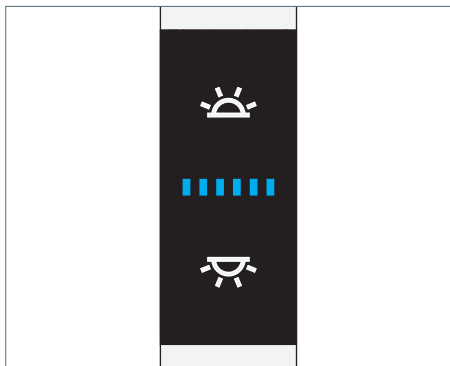

Fig. 11: Bedienelement.
- Drücken Sie die obere Taste, siehe Fig. 11.
- Drücken Sie die untere Taste, siehe Fig. 11.
- Drücken Sie die untere Taste und halten Sie diese Taste gedrückt, siehe Fig. 11. Nach ungefähr einer Sekunde verändert die Leuchte ihre Helligkeit.
- ▶ Drücken Sie die obere Taste und halten Sie diese Taste mindestens eine Sekunde gedrückt, siehe Fig. 11.
- ▶ Drücken Sie die obere Taste und halten Sie diese Taste mindestens eine Sekunde gedrückt oder schalten Sie VTL aus und wieder ein, siehe Fig. 11.